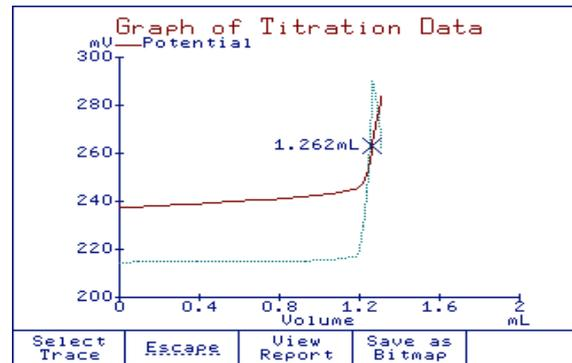

Figura 2 Punto Final Equivalencia (mV)
**Punto Final Equivalencia (mV)** Se muestran las lecturas de mV y la derivada seleccionada frente al volumen de titulante (consulte la Figura 2).